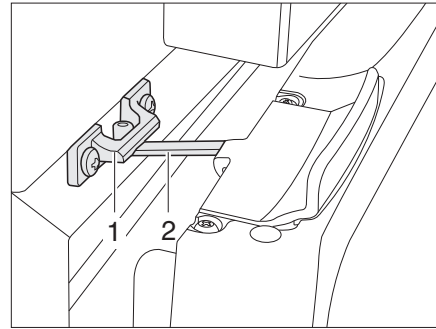

Fig. 223 Puerta del frigorífico en posición de ventilación (Thetford)
■ Abrir el bloqueo (Fig. 223,2) y engatillarlo en el alojamiento del bloqueo (Fig. 223,1). De este modo, la puerta del frigorífico quedará ligeramente abierta.